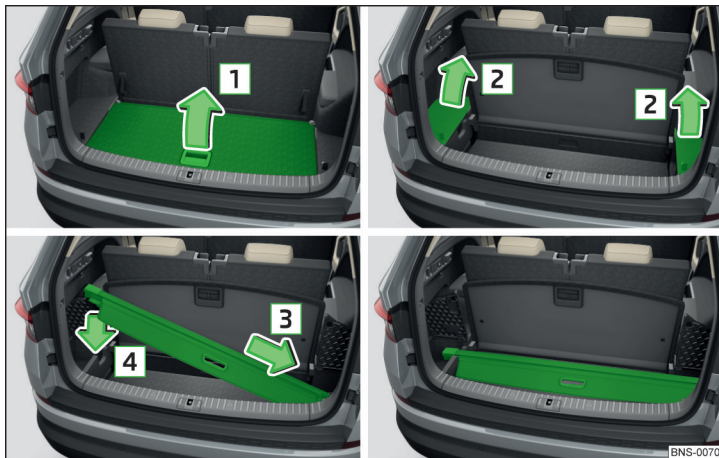

Abb. 133 Aufrollbare Abdeckung verstauen
- Den variablen Ladeboden in Pfeilrichtung **1** anheben und in die seitlichen Vertiefungen einschieben » Abb. 133.